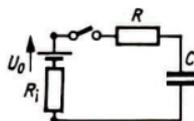

Bild 44
- 8.13 In dem im Bild 44 dargestellten System wird bei entlademem Kondensator zum Zeitpunkt $t_0 = 0$ der Schalter geschlossen. Es sind: Außenwiderstand $4,0 \text{ M}\Omega$, Innenwiderstand $5,0 \Omega$, Anfangsspannung 120 V und Kapazität $2,0 \mu\text{F}$. Berechnen Sie 1. die Spannung, 2. die Stromstärke am Kondensator jeweils in Abhängigkeit von der Zeit und 3. die Zeitkonstante.